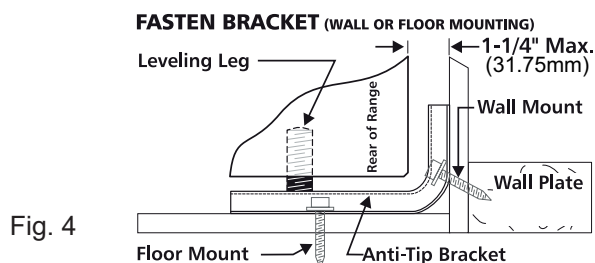
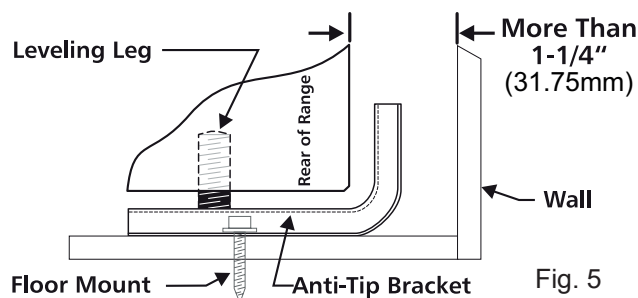

Fig. 4
Fig. 5
- a. **Ubicación del soporte utilizando la plantilla** - (El soporte puede ser ubicado ya sea en el lado izquierdo o derecho de la estufa. **Refer to Figs. 4, 5, & 7 to position the bracket if template is not available**).
Marque el piso o la pared donde se colocará el costado izquierdo o derecho de la estufa. Si la parte trasera de la estufa será colocada contra la pared o a no más de 1-1/4" de la pared cuando ya esté instalada, usted puede usar el método de instalación en el piso o en la pared. Si tiene moldura instalada y ésta no permite que el soporte quede a ras contra la pared, retire la moldura o instale el soporte en el piso. Para el montaje en la pared (Fig. 4), ubique la plantilla colocando el borde trasero de la plantilla contra la pared trasera y el borde lateral de la plantilla en la marca hecha indicando el costado de la estufa. Coloque el soporte sobre la plantilla y marque la ubicación de los agujeros de los tornillos en la pared. Si la parte trasera de la estufa está a más de 1-1/4" de la pared cuando ya está instalada, instale el soporte en el piso. (See Fig. 5).